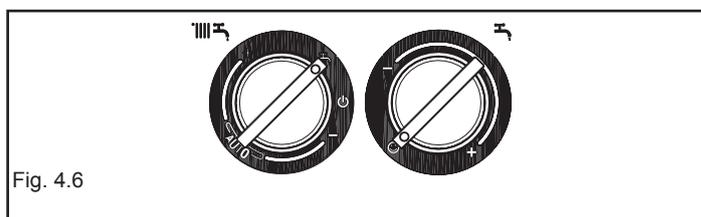

Fig. 4.6
**Preriscaldamento (acqua calda più veloce):** ruotando la manopola regolazione temperatura acqua sanitaria (fig. 4.6) sul simbolo ☺ si attiva la funzione preriscaldamento, il visualizzatore mostra il simbolo P fisso.